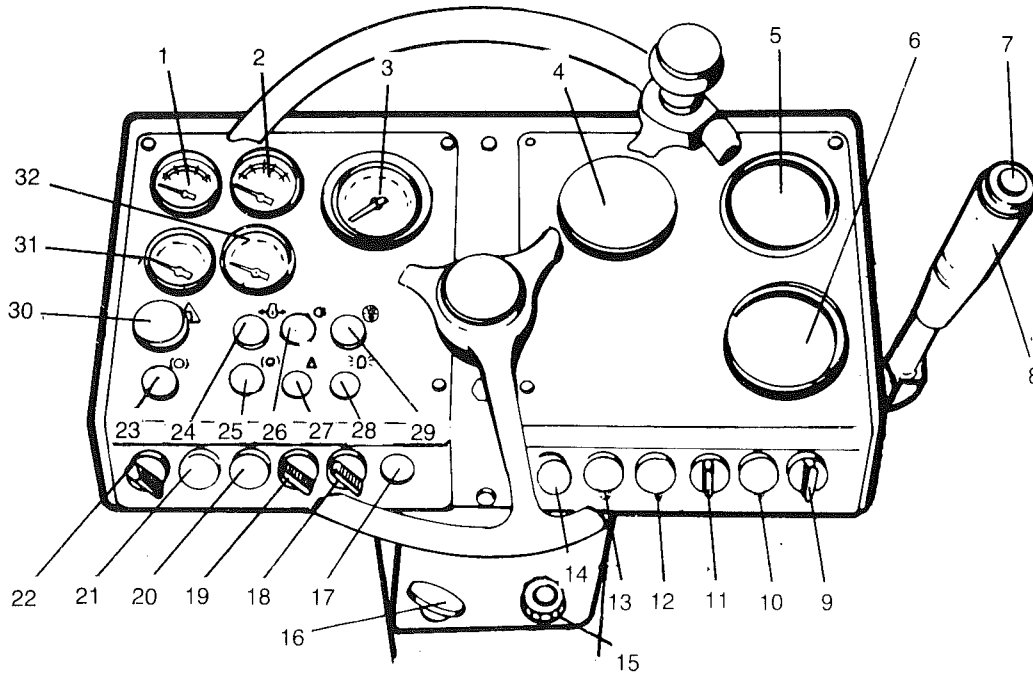

Abb. 1
- 3 Den Schalthebel (9 in Abb. 1) in die gewünschte Stellung bringen; siehe Aufkleber.